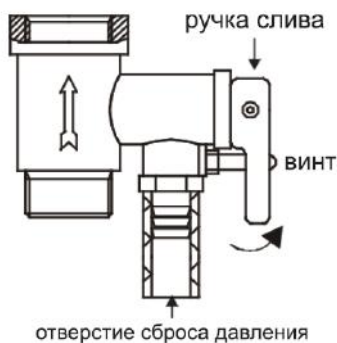

Рисунок 5
4. На входной патрубок, обозначенный голубым цветом и стрелкой направления течения воды, накрутите предохранительный клапан так, чтобы течение воды совпадало с направлением стрелки на корпусе клапана. На отверстие сброса давления предохранительного клапана (см. рисунок 5) оденьте дренажную трубку* для отвода воды (возможно появление при нагревании) в канализацию (трубку необходимо направить строго вниз, запрещено перегибать её).
6. Чтобы слить воду из внутреннего резервуара необходимо, воспользоваться предохранительным клапаном: открутить винт ручки слива предохранительного клапана и перевести ручку слива в верхнее положение, при этом кран выхода горячей воды должен быть открыт, а кран подачи холодной воды в водонагреватель должен быть перекрыт (см. рисунок 5). Из отверстия сброса давления предохранительного клапана потечет вода.